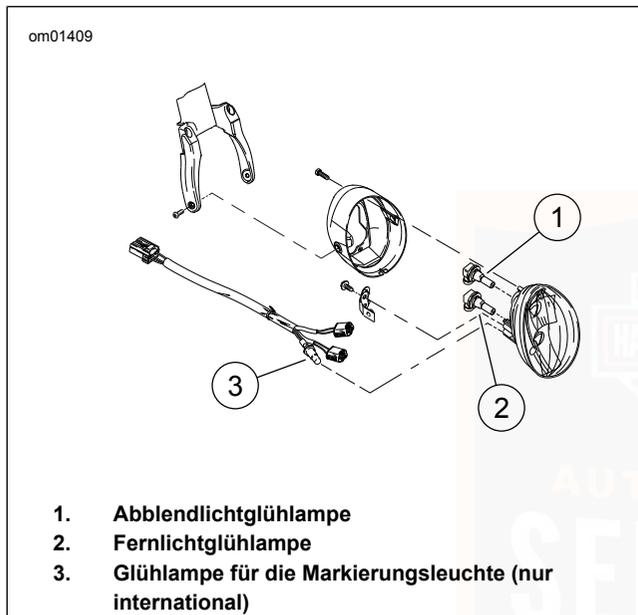

Abbildung 42. Scheinwerferbaugruppe (VRSCF abgebildet)
2. Siehe Abbildung 42. Hinter die Scheinwerferschale greifen und den Abblendlichtfassungs- (1) oder Fernlichtfassungs-Steckverbinder (2) anfassen.